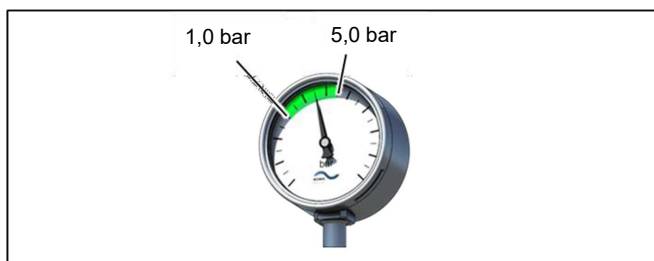

Figure 15 : Manomètre sur la ligne d'aspiration
11. Régler la pression d'alimentation dans la plage de 1,0 à 5,0 bar (figure 15), par exemple en réglant la pompe centrifuge (si présente).